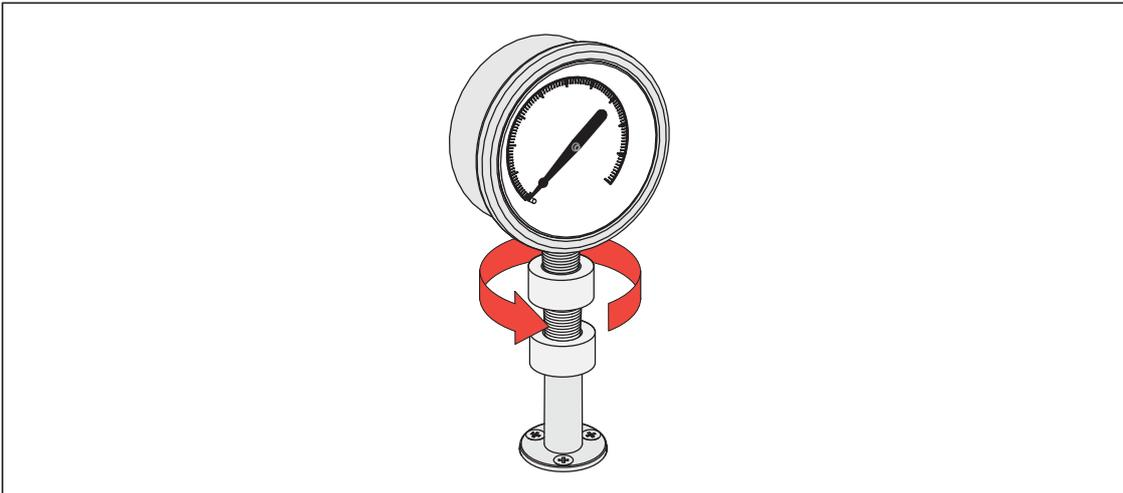

Рис. 7. Подключение узла к измерительному порту
2. Навинтите узел вниз на измерительный порт ПРОТИВ ЧАСОВОЙ СТРЕЛКИ, см. Рис. 7.